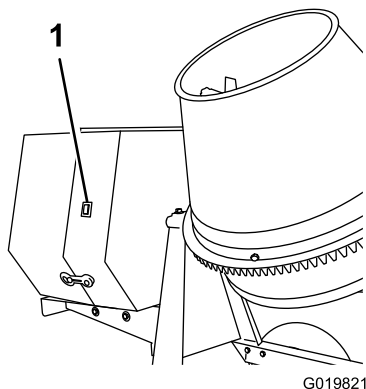

Figure 37
1. Sur le capot du moteur, placez la commande du moteur en position de marche (Figure 37).
2. Sur le capot du moteur, placez la commande du moteur en position d'Arrêt (Figure 37).
**Important:** S'il est nécessaire de couper le moteur immédiatement, utilisez la commande située sur l'extérieur du capot (Figure 37).